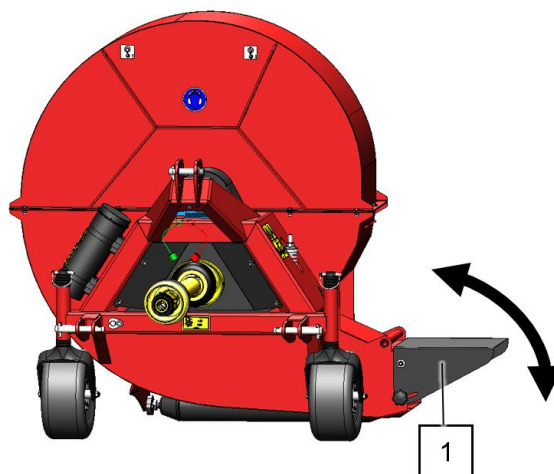

Fig. 10
In plaats van de omkeerbocht kan er ook gebruik gemaakt worden van de meegeleverde uitblaasklep (1). In tegenstelling tot de omkeerbocht is er nu slechts aan een zijde van de machine een luchtstroom mogelijk. Wel kan de luchtstroom in het verticale vlak gereguleerd worden door het verstellen van de klep (Fig. 10).